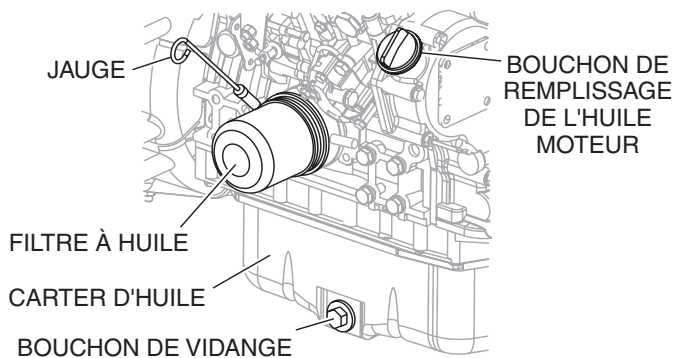

Figure 22. Composants de la vidange de l'huile moteur
2. Retirer le bouchon de remplissage de l'huile pour la vidange (figure 22) afin de pouvoir vidanger le moteur plus facilement.